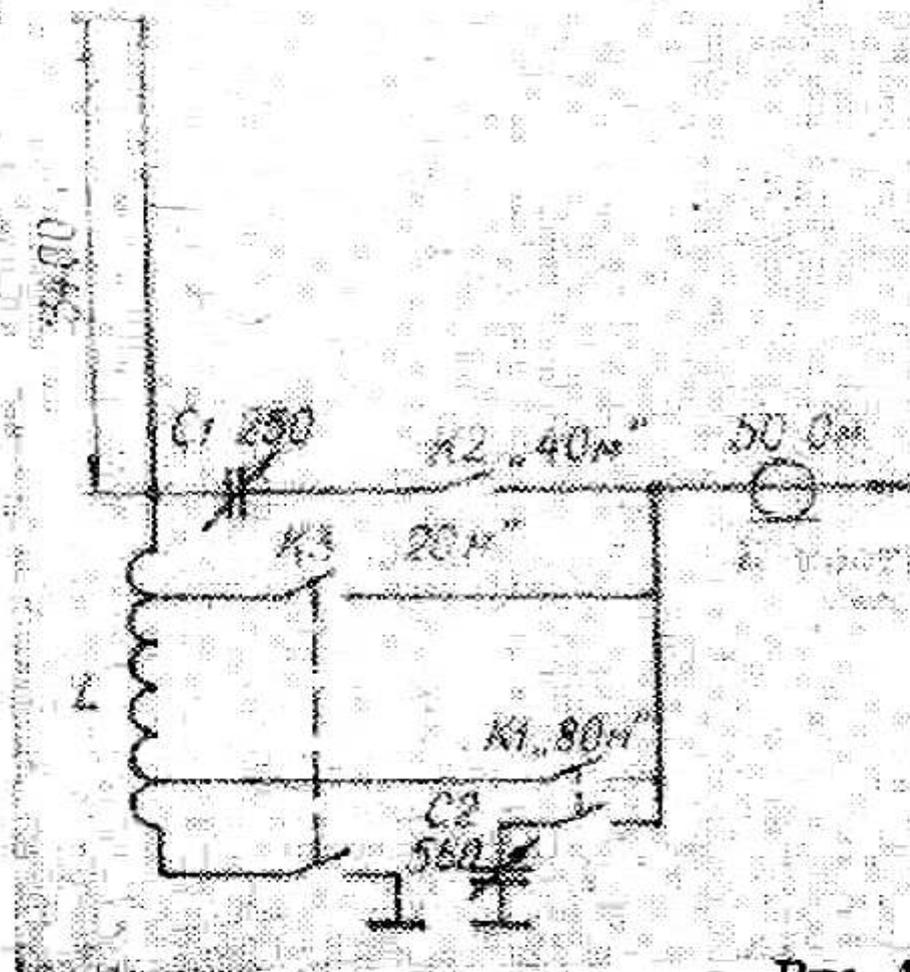

Рис. 13.
* Модификацией конструкции КЗЕО явилась антенна предложенная И. Л. Зельдиным (УЗ5ЛСУ) (Рис. 13.)